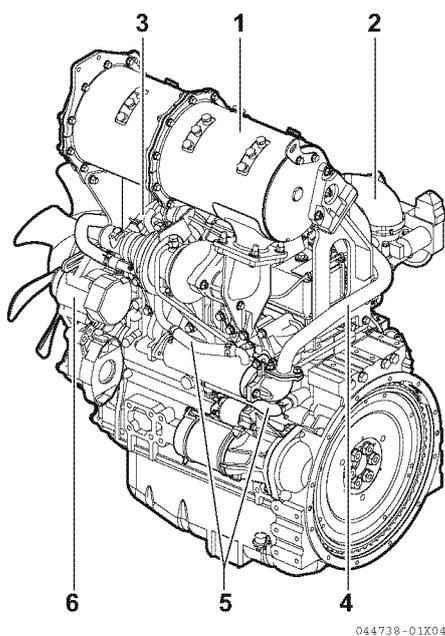
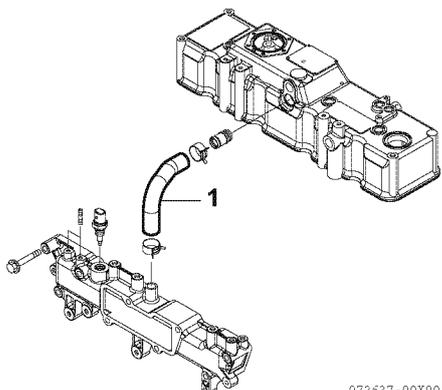

Figure 6-2
Figure 6-3
2. Retirez le FAP (1, **Figure 6-2**). Voir Comment retirer l'unité FAP à la page 13-15.
3. Pour les modèles avec turbocompresseur, déposez le conduit d'admission (2, **Figure 6-2**) du couvercle de la culasse ainsi que le tuyau du reniflard (3, **Figure 6-2**). Pour les modèles sans turbocompresseur, déposez le tuyau du reniflard (1, **Figure 6-3**) qui relie le collecteur d'admission et le couvercle de la culasse.
4. Retirez les câbles électriques de la sonde de température des gaz RGE (à l'extrémité côté soupape RGE du tuyau RGE) et retirez le tuyau de RGE (4, **Figure 6-2**). Retirez les tuyaux d'eau de refroidissement (entrée et sortie) (5, **Figure 6-2**) du refroidisseur du RGE. L'eau restante risque de couler. Placez un torchon ou autre sous le refroidisseur du RGE.
5. Alternateur (6, **Figure 6-2**) Voir Dépose de l'alternateur à la page 12-10.